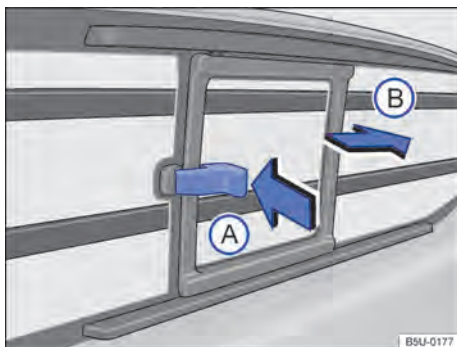

Fig. 57 No compartimento de carga: abertura do vidro correção.
Pressionar o fecho no sentido da seta → Fig. 57 ① e ao mesmo tempo movimentar o vidro no sentido da seta ②.